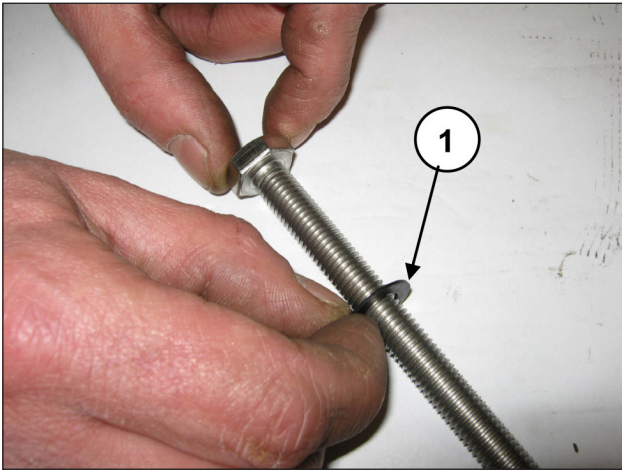

Fig. 136
Insira a arruela Ø10x18x0.9 no parafuso de fixação do pistão (pos. ①, Fig. 136).